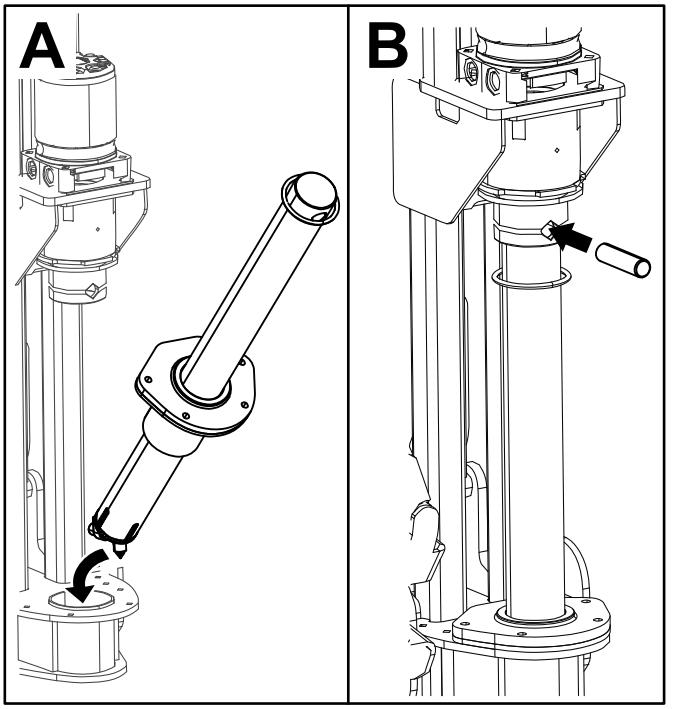

Figura 4
2. Coloque la junta tórica sobre la estaca, y coloque la estaca en la máquina, como se muestra en la Figura 3 y la Figura 4.